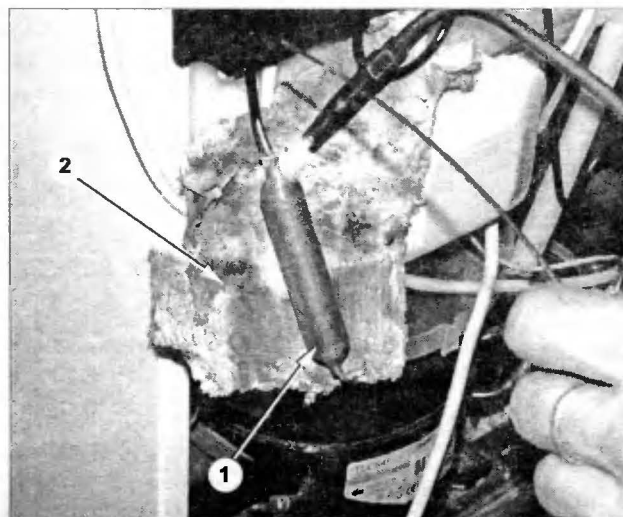

Рис. 2.1.6
- после устранения утечек заменяют фильтр-осушитель 1 (рис. 2.1.6). При работе с газовой горелкой, во избежание повреждения узлов и элементов холодильника (вследствие высокой температуры горелки) изолируют их асбестовой прокладкой 2;